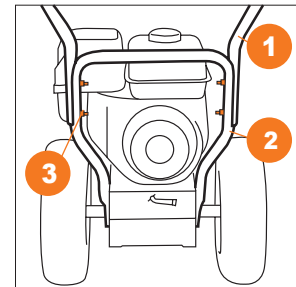

Рис. 7
- Соедините рукоятки панели оператора **1** с нижней частью рукоятки **2** с помощью крепежных элементов **3** (болт М8х40 – 4 шт., фигурная шайба – 4 шт., гайки М8-4шт.) (Рис. 7).